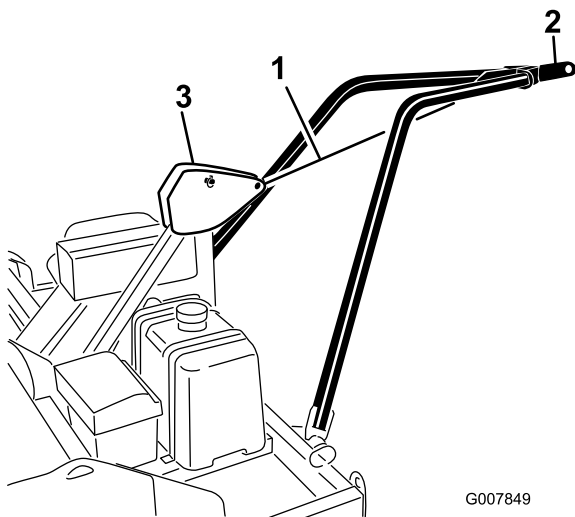

図 12
2. 牽引アームを持ち上げておき、積荷固定用のロープなどを使って、牽引アームのヒッチプレートフレームヒッチのピボットに固定する 図 12。